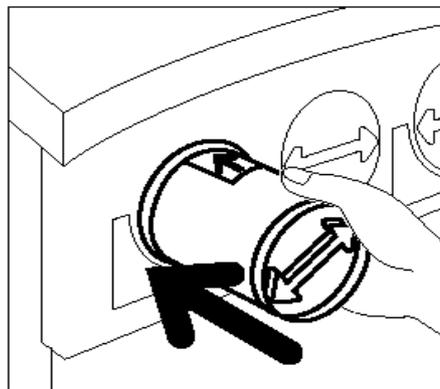

Figure 12 : Aligned de la flèche de la cartouche et insertion de la cartouche dans la machine
- 7 Aligned les deux flèches de la cartouche et de l'ouverture et faites glisser la cartouche dans la machine (figure 12).